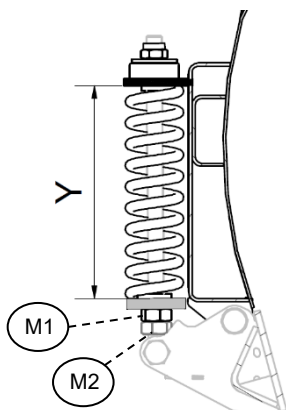

Bild.20
Som standardförspänning dvs. fjäder Y mått är 330mm – se Bild.20.
- 1) Lossa muttern M1 och M2 i den nedre delen av fjäder – se Bild.20
- 7) Dra åt den nedre mutter M2 mot mutter M1 för att låsa fjäder – se Bild.20